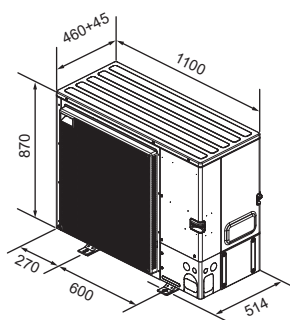

Rys. 2-2
- Jednostki zewnętrzne należy instalować w miejscach, które są otwarte z co najmniej jednej z czterech stron i oferują dostatecznie dużą powierzchnię bez zagłębień. (Rys. 2-2)